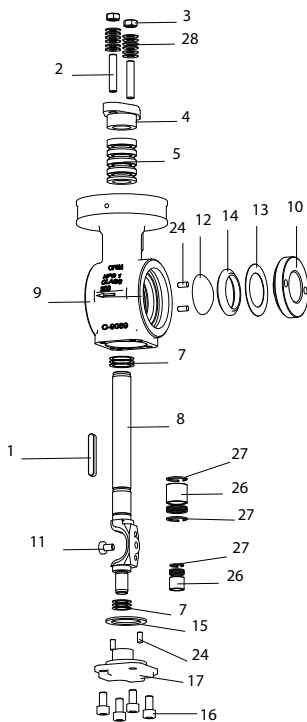
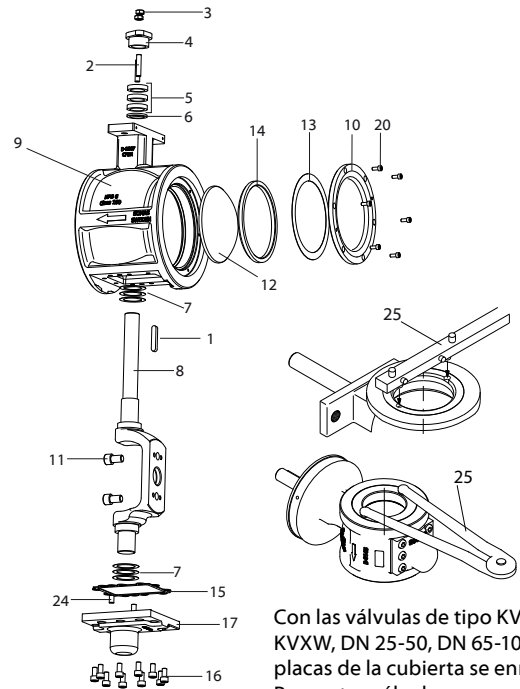

Fig.6-8
Fig. 6-10
Con las válvulas de tipo KVTW y KVXW, DN 25-50, DN 65-100, las placas de la cubierta se enroscan. Para estas válvulas se recomienda utilizar una herramienta especial para retirar las placas de las cubiertas (→ Fig.6-10/25).
1. Retirar la placa de cubierta (→ Fig. Fig.6-8/10, 6-9/10) con la herramienta especial (→ Fig.6-10/25).
2. Retirar la arandela de resorte (→ Fig.6-8/13), el asiento (→ Fig.6-8/14).
1. Zafar los tornillos (→ Fig.6-10/20) y retirar la cubierta (→ Fig.6-10/10).
Con las válvulas de tipo KVTW y KVXW, DN 25-50 y DN 65-100, las placas de la cubierta se enroscan. Para estas válvulas se recomienda utilizar una herramienta especial para retirar las placas de las cubiertas (→ Fig.6-10/25).
2. Retirar la arandela de resorte (→ Fig.6-10/13), el asiento (→ Fig.6-10/14).
1. Zafar los tornillos (→ Fig.6-10/11) y retire la placa de cubierta (→ Fig. 6-10/13) o utilice una herramienta especial (Fig. → 6-10/25) y retire la placa de cubierta (→ Figura 6-8/13, 6-9/13).
2. Retirar la arandela de resorte (→ Fig.6-8/13) o (→ Fig.6-10/13) y el asiento (→ Fig.6-8/14) o (→ Fig.6-10/14) y para las válvulas con asiento PTFE, retirar el anillo de apoyo (→ Fig.6-10/14a).
4. Zafar los tornillos(→ Fig.6-8/11) o (→ Fig.6-10/11) de forma alterna con ayuda de una llave de tuercas.
5. Retirar el segmento de esfera (→ Fig.6-8/12 o (→ Fig.6-10/12).
2. Lubricar los pernos (→ Fig. 6-8/11, 6-9/11, 6-10/11) del dispositivo de eje con pasta de disulfuro de molibdeno.
Con las válvulas de tipo KVTW o KVXW, DN 25-50 y DN 65-100, las placas de la cubierta se enroscan. Para estas válvulas se recomienda utilizar una herramienta especial para retirar las placas de las cubiertas (→ Fig.6-10/25).